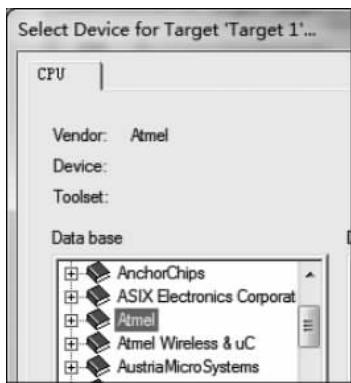

图 3-5 单片机型号对话框
- (3) 单击“保存”按钮, 此时弹出选择单片机型号对话框, 如图 3-5 所示。用户可以在其中选择所使用的单片机型号。例如, 选择 Atmel 公司的单片机 AT89C51, 此时在 Description 栏中将会显示该单片机的资源。此时选择的单片机型号也可以在项目建立后重新更改。